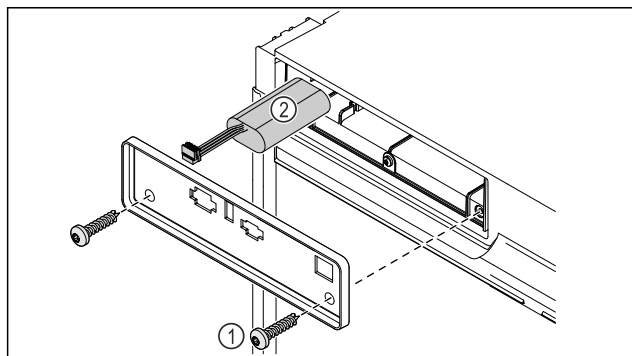

Fig. 189
- Desenroscar los tornillos y retirar la cubierta de la parte posterior del aparato Fig. 189 (1).
- Desconectar la batería y extraerla Fig. 189 (2).